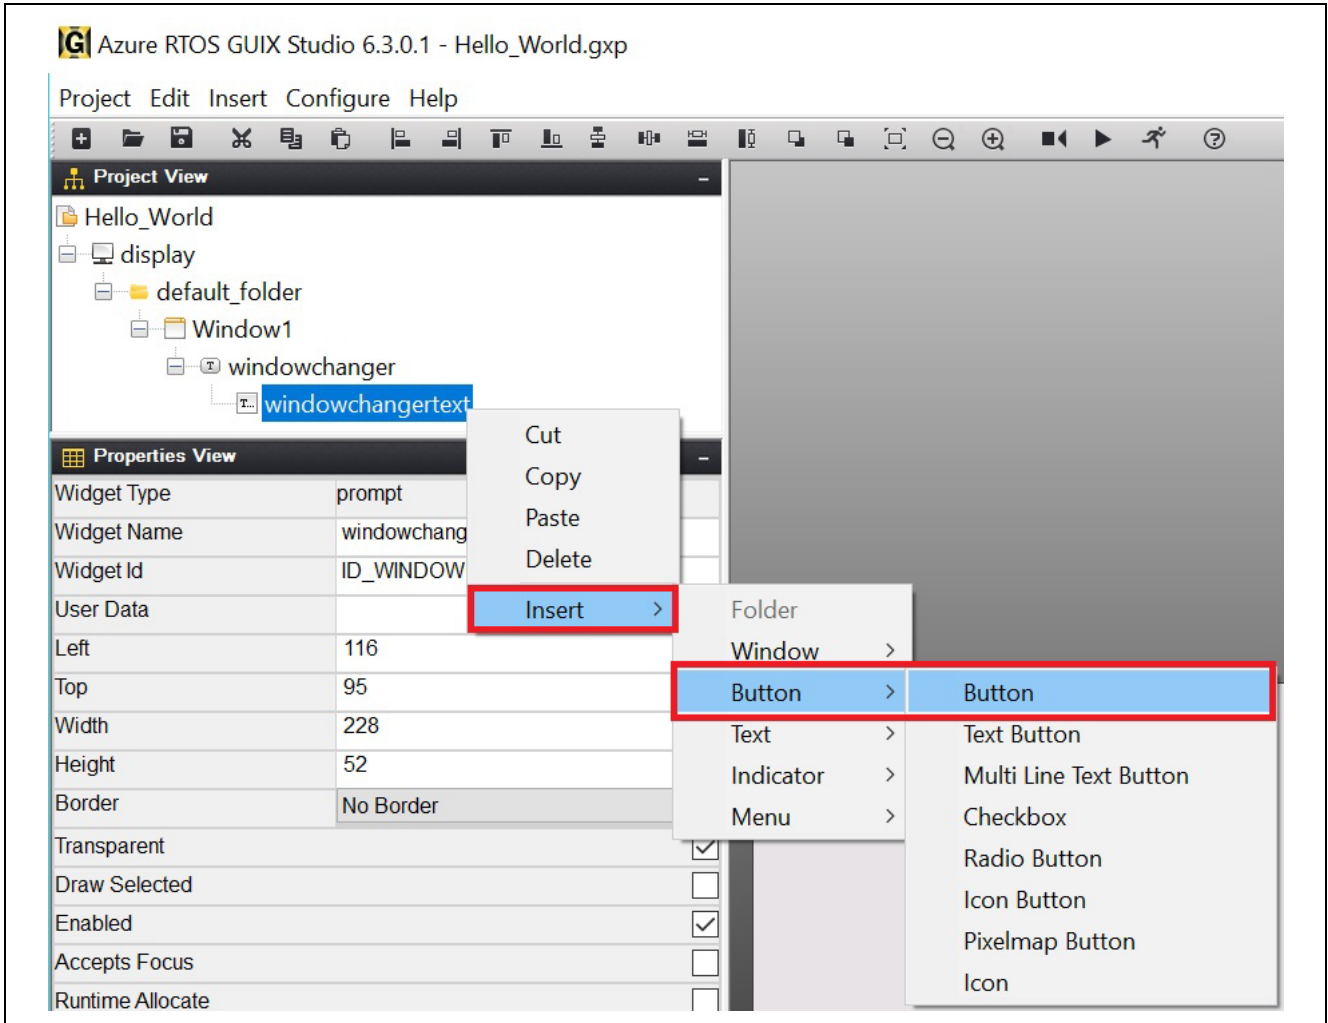

図 54. Button の挿入
15. 図 54 のように、**windowchangertext** を右クリックして新規 **Button** を挿入します。